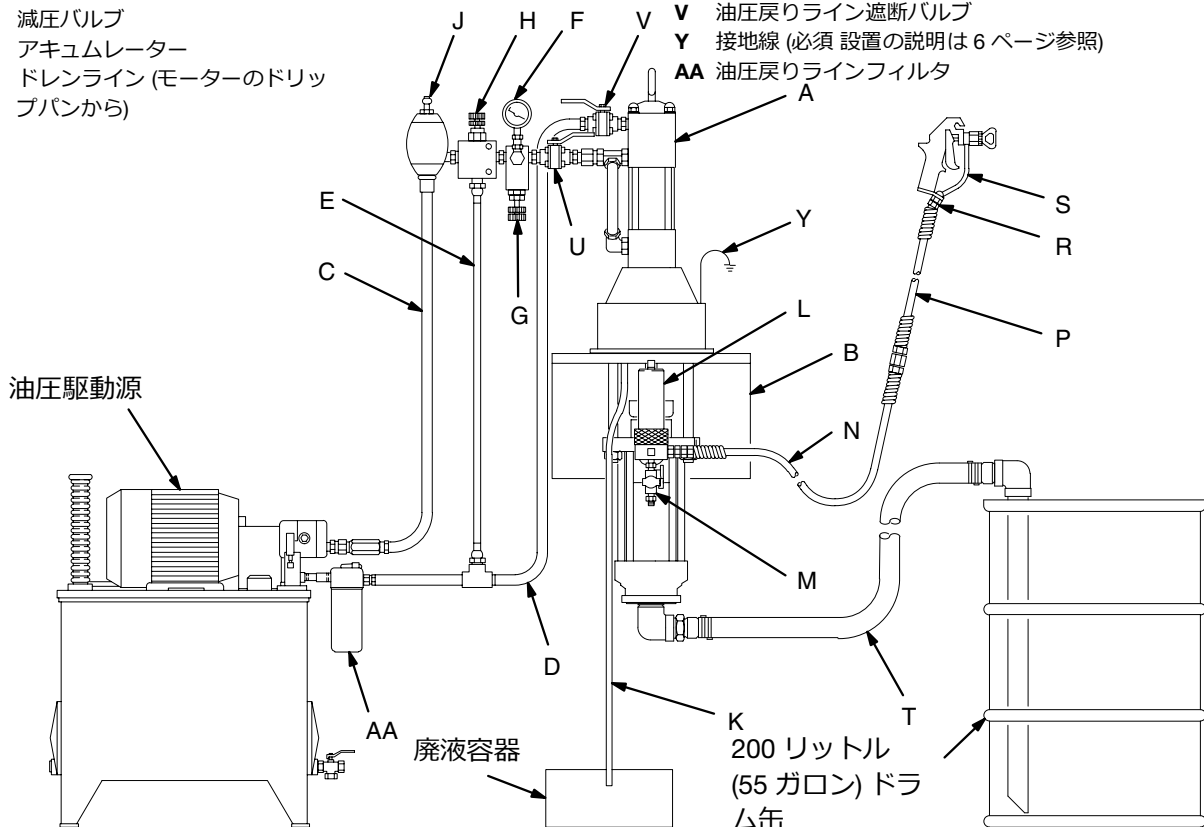

図 5
設置計画 (A) に適したタイプのポンプを取り付けてください。図 5 は、壁取り付け式を示しています。ポンプの寸法と取り付け穴の配置は 36 ページと 37 ページに記載しています。